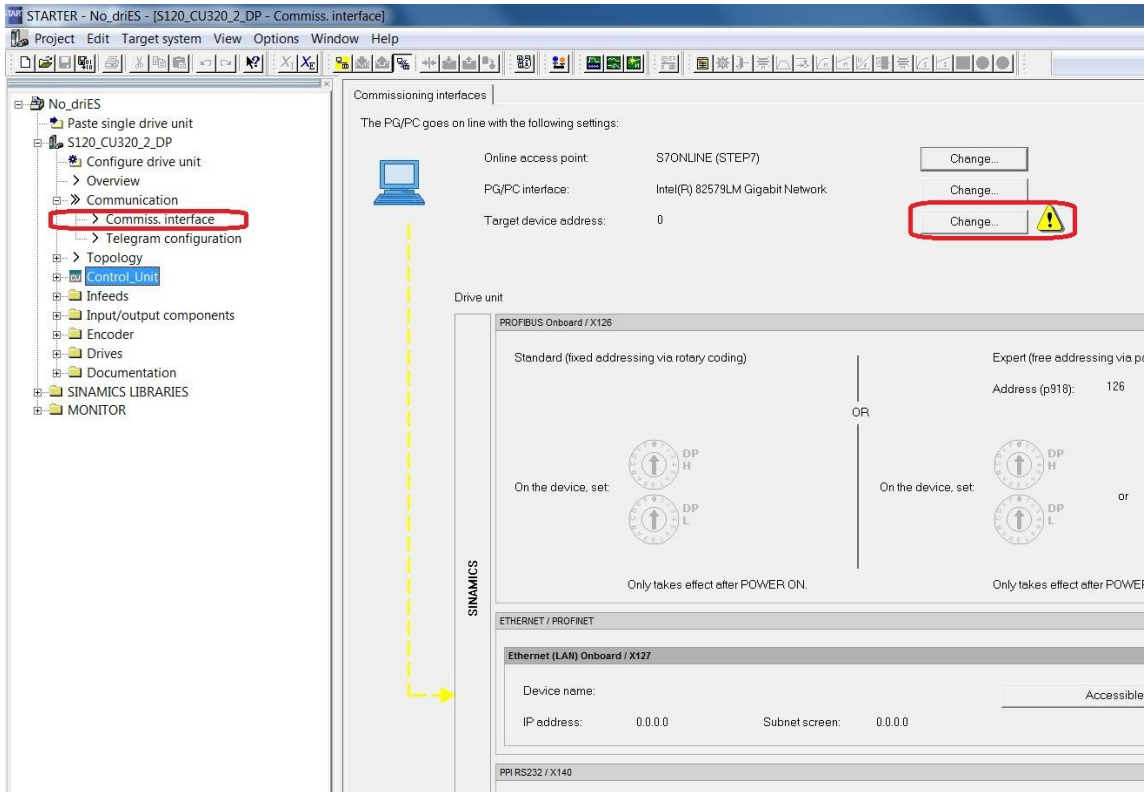

图 4-4 通信配置界面
- 4) 通信配置：在图 4-4 中，鼠标单击与 **Target device address** 同一行的通信设置按钮“**Change**”，在弹出的窗口中点击 **Module Addresses** 进入路由配置界面，在 **Target station** 处选择 **Accessible via network transition** 选项，按下图配置控制单元的地址、PROFIBUS 的子网地址及 PLC 的 IP 地址。